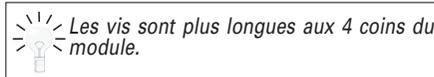

FIG. 39
- Dévisser les 6 vis de fixation du module d'autoradio ou de navigation selon l'équipement (**Fig.39**).